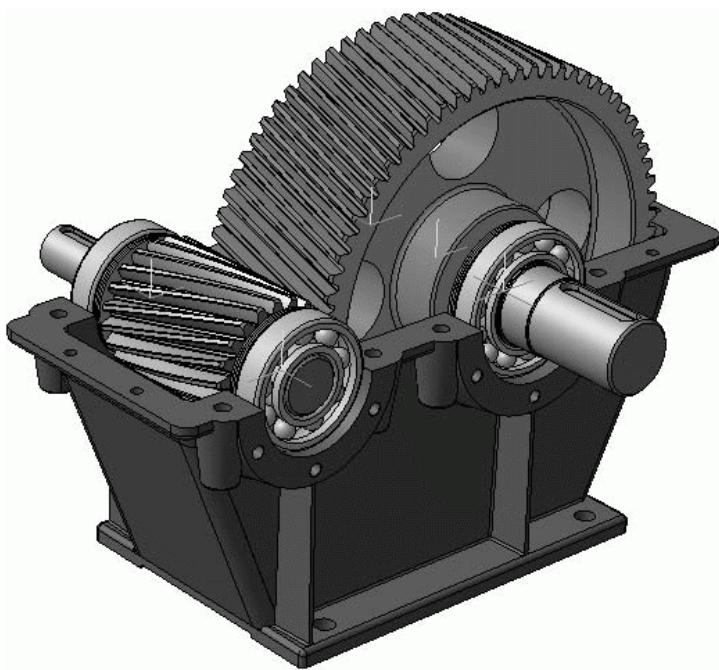

Рис. 3.116. Сборка подшипниковых узлов и вставка зубчатой передачи в корпус
11. В реальном производстве после запрессовки подшипников на вал весь комплекс (зубчатое зацепление) вставляется и фиксируется в корпусе редуктора. Поступим и мы таким же образом и добавим в сборку корпус. Для этого вставьте модель корпуса из файла в точку начала координат и зафиксируйте его (не забывайте давать понятные имена компонентам в дереве сборки). Подшипниковые узлы устанавливаются точно в отведенные им места в корпусе редуктора (рис. 3.116).